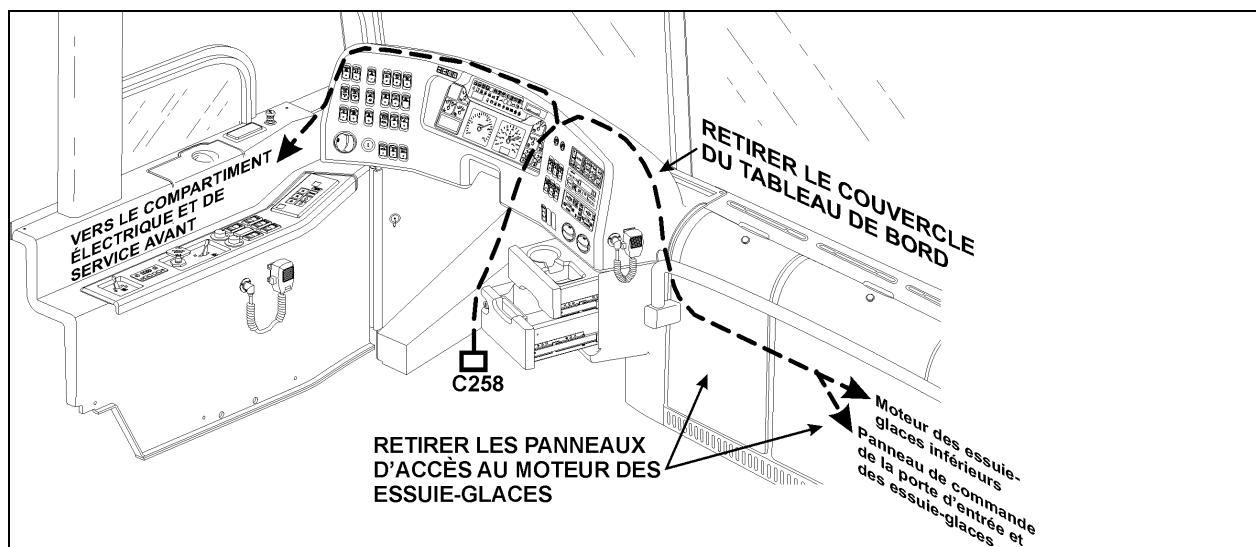

FIGURE 1 : CHEMINEMENT DU CÂBLAGE
1. Retirer le couvercle du tableau de bord et les panneaux d'accès au moteur des essuie-glace inférieurs (Voir figure 1).
3. En passant à l'intérieur du tableau de bord et derrière l'unité CVAC du conducteur, acheminer le bout du câblage avec l'étiquette «wipers» vers le moteur des essuie-glaces inférieurs et le panneau de commande de la porte d'entrée et des essuie-glaces ; l'autre bout doit être acheminé vers le compartiment électrique et de service avant. S'assurer de bien fixer le câblage à l'aide d'attaches de nylon en suivant les précautions nécessaires (Voir figure 1).